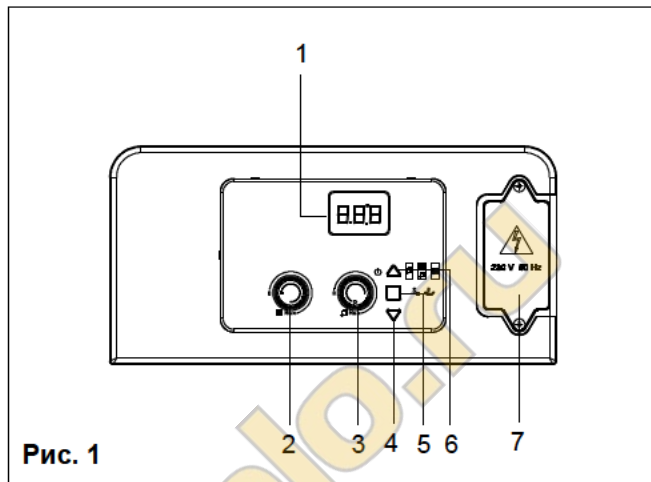

Рис. 1
- **Затем автоматическая система розжига включит горелку. Эта операция повторяется 2 раза (каждые 20 секунд) при неудачной попытке розжига котла.** Однако, может потребоваться повторить операцию, чтобы удалить весь воздух из труб. Для повторения этой операции подождите примерно пять секунд перед повторной попыткой розжига котла. Для сброса котла выключите переключатель 5 «R – RESET (СБРОС)» (рис. 1), включите его снова и повторите процедуру розжига.